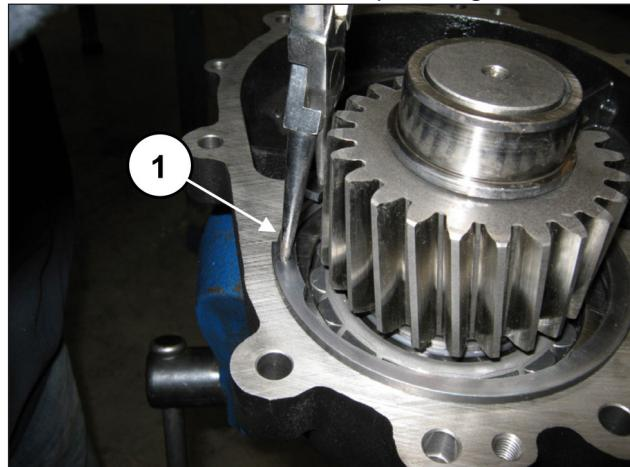

Fig. 88
Insira no local do anel elástico Ø120 (pos. ①, Fig. 88).